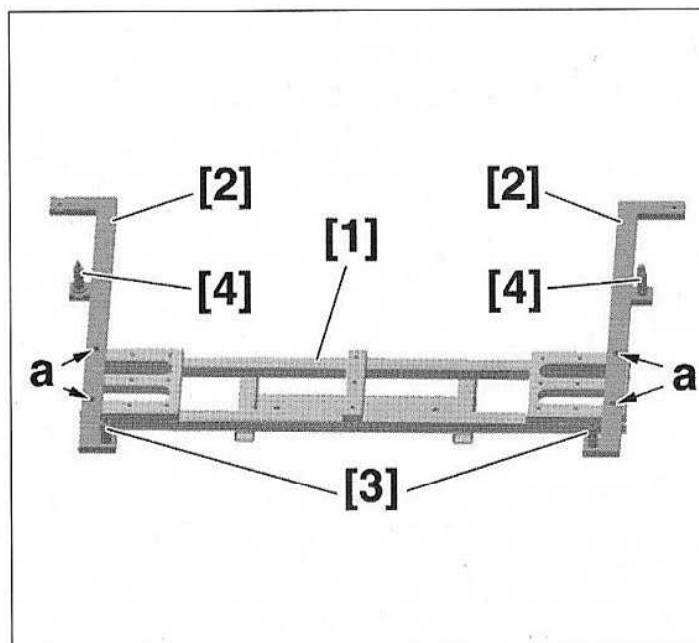

FIG.46
- Assembler les outils [1] et [2] en (a) puis monter les outils [3] et [4] de chaque côté (Fig.46).